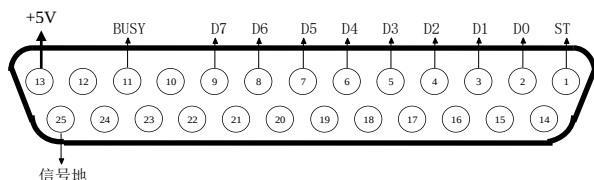

图 3-6 打印机接口
1. 并行打印机接口采用标准的 25 芯 D 型孔式插头座，其各引脚的定义见图 3-6。仪表可通过标准的并行接口打印机电缆连接打印机。第 13 脚为+5V 输出，可供峰值电流 2A 以下的微型打印机使用。